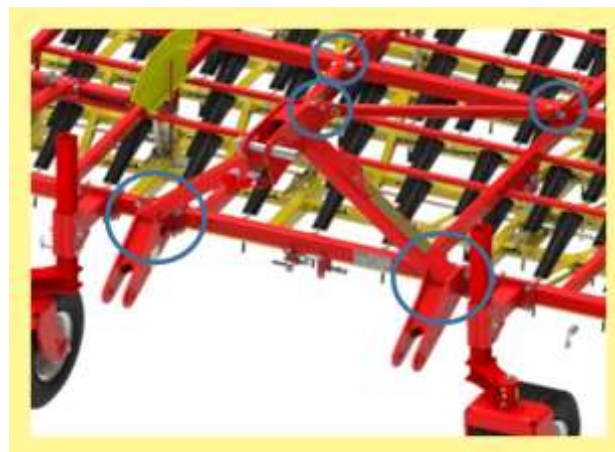

Рис. 13: Демонтаж навесного кронштейна
- 6) На следующем этапе демонтируется навесной кронштейн. Для этого с обеих сторон удаляются резьбовые соединения, отмеченные на Рис. 13.